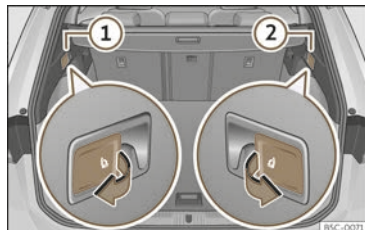

Abb. 106 Im Gepäckraum: Hebel zum Entriegeln der Rücksitzlehne.
- Ziehen Sie am Hebel zur Fernentriegelung auf der linken >>> (Abb. 106) ① oder rechten ② Seite der Rückenlehne in Pfeilrichtung. Der entriegelte Teil der Rücksitzbank klappt nun automatisch nach vorn um.